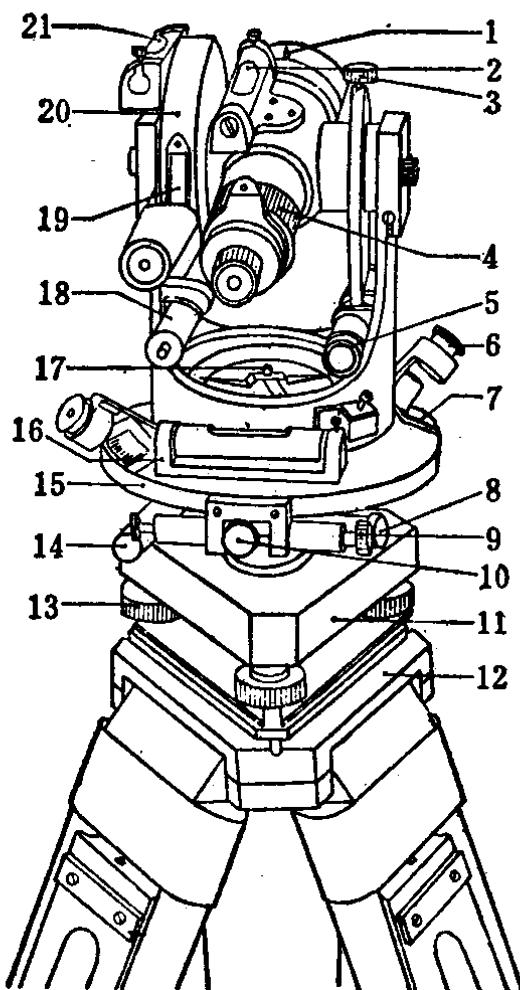
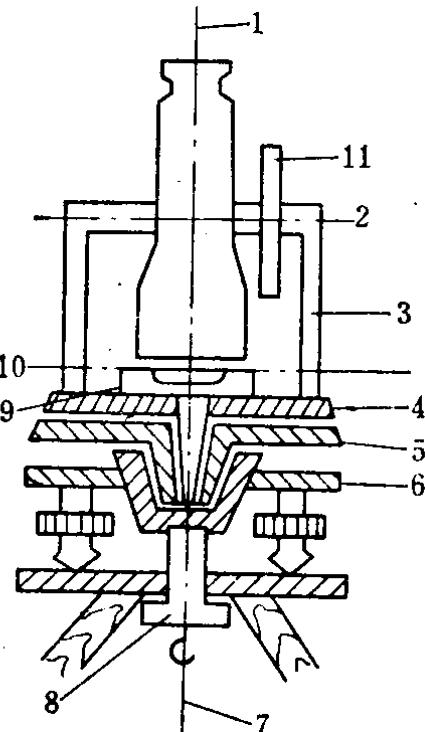

图 2-1
图 2-2
经纬仪的种类很多，它的结构也是多种多样的，一般常用的普通经纬仪有游标和光学两种。我们必须了解它的构造，才能很好地使用它和充分发挥它的作用。经纬仪的种类虽多，但不论是哪一种经纬仪都是由轴座、水平度盘、望远镜和竖直度盘（以下简称竖盘）等几个主要部分组成的。此外还装有几个水准管和几组制动和微动螺旋。图2-1是国产的游标经纬仪。图2-2是普通游标经纬仪断面图。
**6. 制动螺旋和微动螺旋** 从图2-1可以看到仪器上有三组制动螺旋和微动螺旋，另有一个游标盘水准管微动螺旋，它们的名称和作用如下：